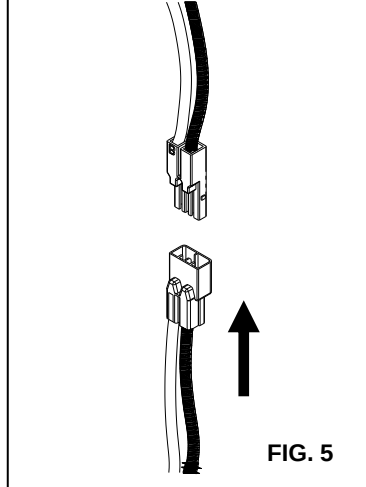

FIG. 5
3. Enchufe el CONECTOR HEMBRA del ADAPTADOR DECORATIVO al CONECTOR MACHO de la UNIDAD DEL ADAPTADOR DEL PORTALÁMPARAS. **(FIG. 5)**
2. Baje el ADAPTADOR DECORATIVO desde la CAJA EMPOTRADA. Desenchufe el CONECTOR HEMBRA (de la CAJA EMPOTRADA) y el CONECTOR MACHO (del CONJUNTO DEL ADAPTADOR). **(FIG. 5)**
9. Vuelva a instalar el ADAPTADOR DECORATIVO en la CAJA EMPOTRADA. **(Fig. 5).**